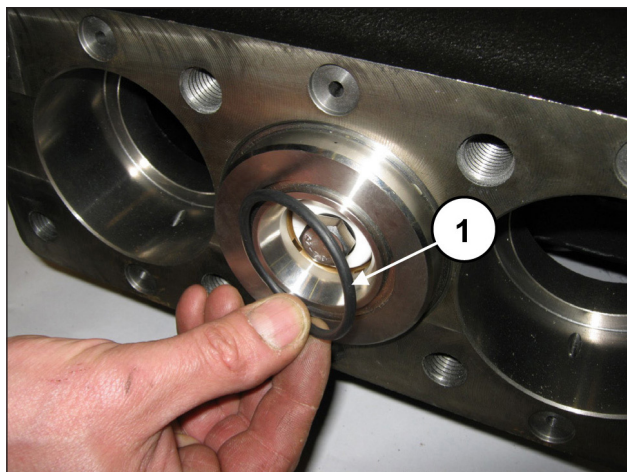
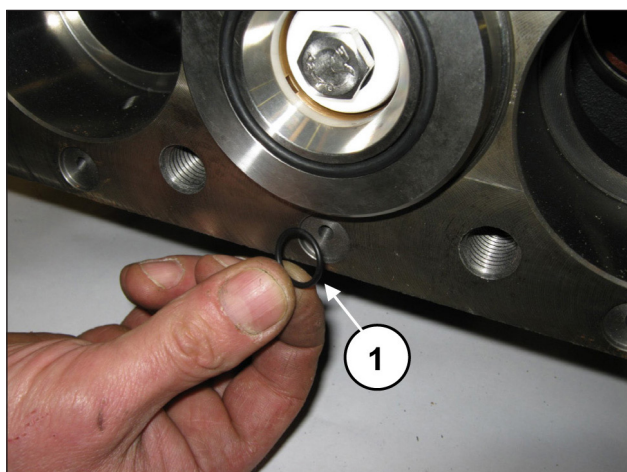

Fig. 193
Fig. 194
Montar la junta tórica frontal de la camisa (pos. ①, Fig. 193) y la junta tórica del orificio de recirculación (pos. ①, Fig. 194).